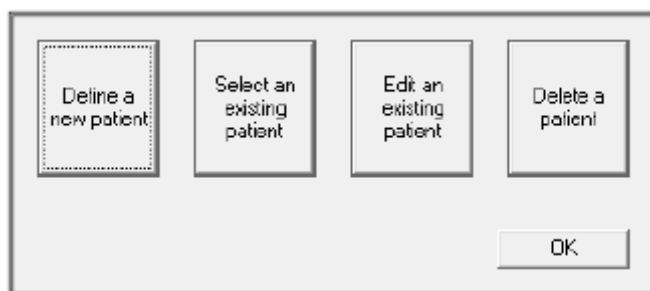

Figura 105: Tela do Paciente Enfant®
1. Clique em **Definir um novo paciente** (Figura 105).